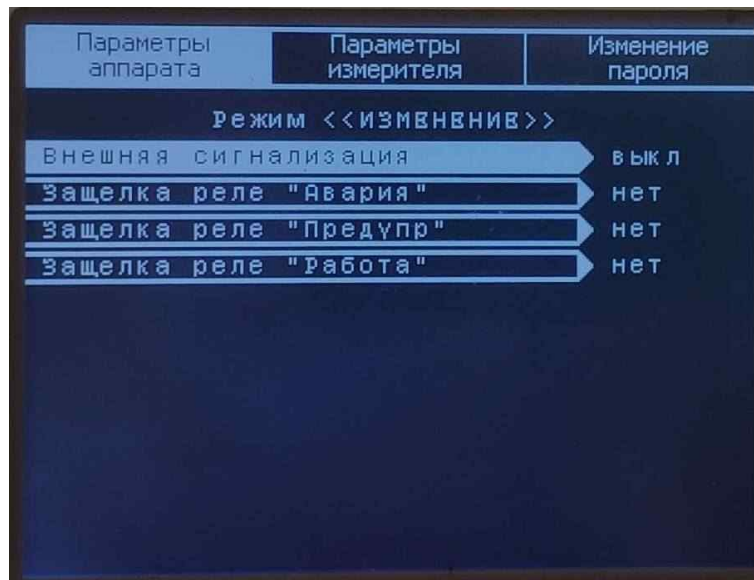

Рисунок 11 – Підрозділ «Конфігурація МС»
**2.1.3. «Конфігурація МС»** - підрозділ налаштувань реле модуля сигналізації МС (див. рисунок 11).